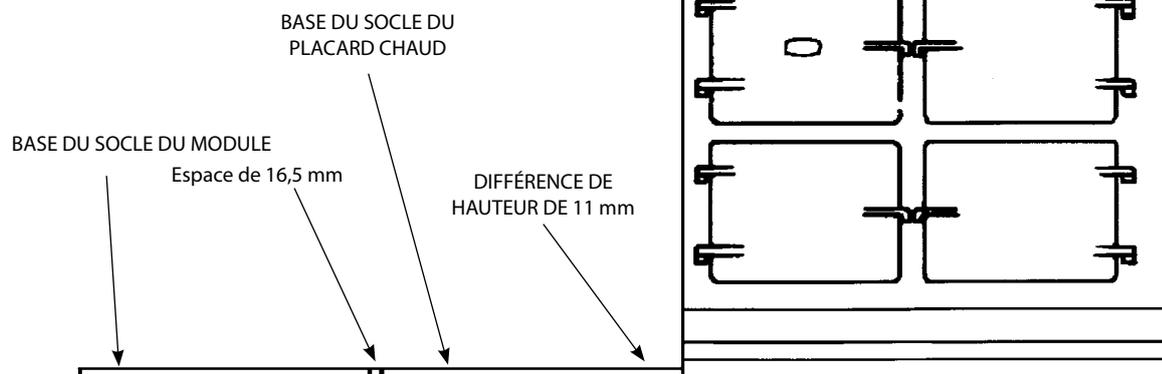

Fig. 10.4
7. Vérifier également que la différence de hauteur entre le socle du module et le socle de l'AGA R7/eR7 est bien de : 11 mm. Le cas échéant, utiliser les écrous de réglage à chaque coin pour mettre à niveau le socle. Exceptionnellement, il est possible d'utiliser des cales sous les socles (voir **Fig. 10.3** ou **Fig. 10.4**).